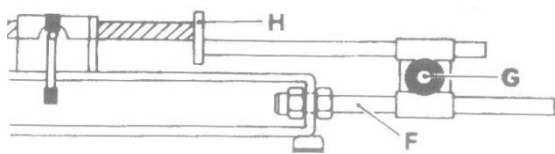

Fig.3
4. Justering av anleggslinjalen (fig. 3)